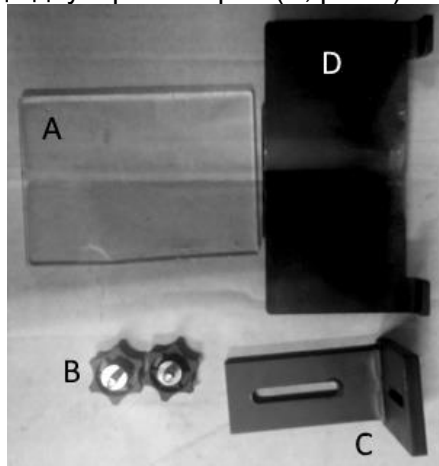

Рис. 2
- Установите кронштейн опорного стола (C, рис.2) на станок.
- Установите опорный стол (D, рис. 2) на кронштейн.
- Установите прозрачный экран (A, рис. 2) при помощи двух фиксаторов (B, рис.2) на станок.